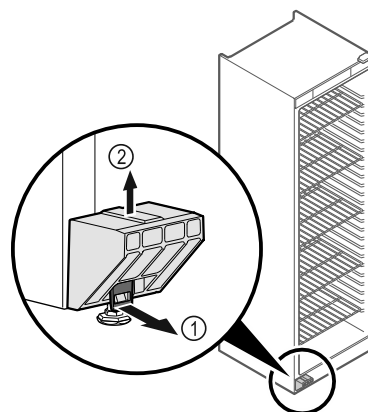

Fig. 4
- ▶ Tirer la languette Fig. 4 (1) vers l'avant.
- ▶ Retirer la sécurité de transport Fig. 4 (2) vers le haut.